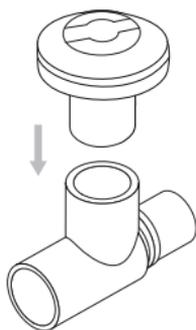
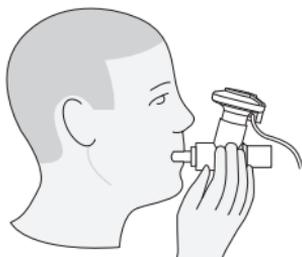

Figure 3. Raccordement du nébuliseur à la pièce en T
Figure 12. Raccordement à un embout buccal
- 3 Raccorder le nébuliseur à la pièce en T en enfonçant le nébuliseur fermement dans la pièce en T (figure 3).
Lors de l'utilisation d'un embout buccal, raccorder le nébuliseur à la pièce en T comme illustré à la figure 3, puis raccorder la pièce en T à l'embout buccal en emboîtant solidement les pièces l'une dans l'autre (figure 12).
Avertissement : Pour garantir le bon déroulement de la nébulisation, maintenir le nébuliseur en position verticale (figure 12).